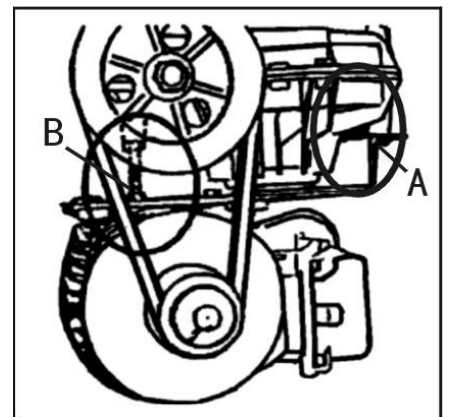

Fig 30
- Tjek og juster regelmæssigt stramheden af tension force of the transmissionsremmen og juster de justerbare møtrikker i position A og B position for at justere remmens stramhed (Fig. 30) .